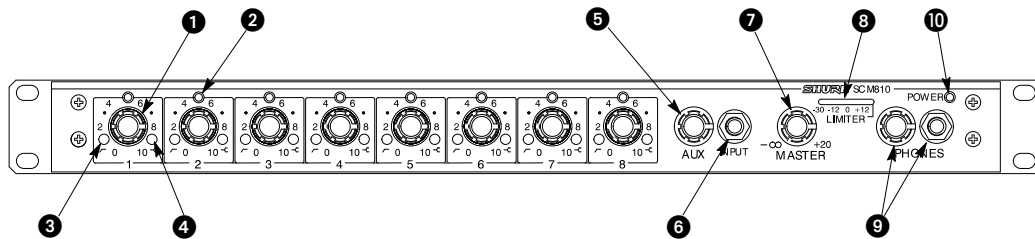

FIGURA 1
**CONTROLLI, CONNETTORI E LED DEL PANNELLO ANTERIORE** (Figura 1)